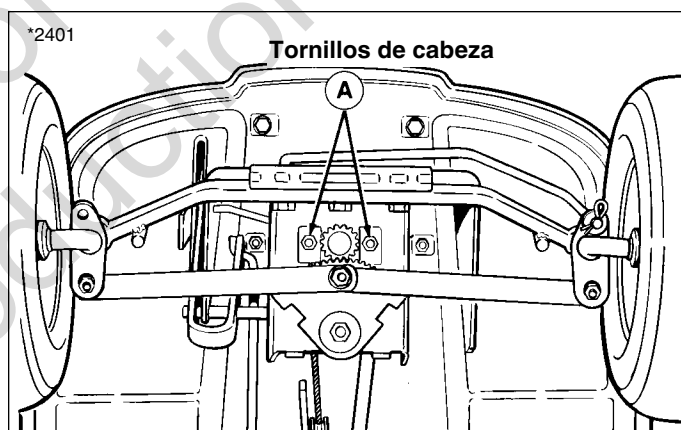

Figura 23. Ajuste del mecanismo de dirección
1. Consulte la Figura 23. Suelte los dos tornillos de cabeza (A) y empuje el soporte, de modo que los dientes del engranaje estén engranados muy de cerca.